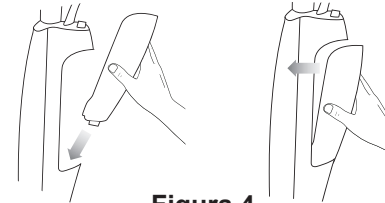

Figura 4
4. Para colocar el tanque de agua, inserte la tapa del tanque de agua dentro de la cavidad del cuerpo del trapeador y luego presione el tanque de agua hasta que quede sujeto en su lugar (Figura 4).